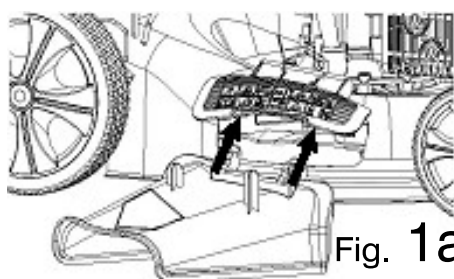
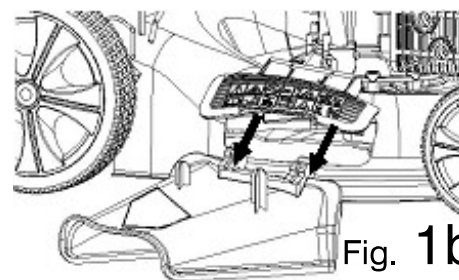

Fig. 1a
Fig. 1b
4. Función de descarga lateral: faz favor, instale o lado de descarga lateral (Fig. 1a). Para armazenalo: Retire a tampa de descarga lateral (Fig.1b).